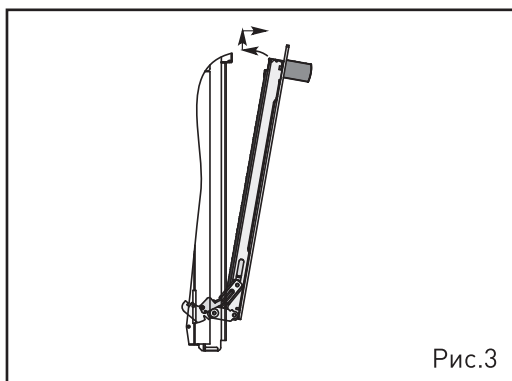

Рис.3
4. Возьмите дверцу за боковые стороны и потяните на себя и вверх, чтобы освободить нижние оси шарниров (Рис.3).